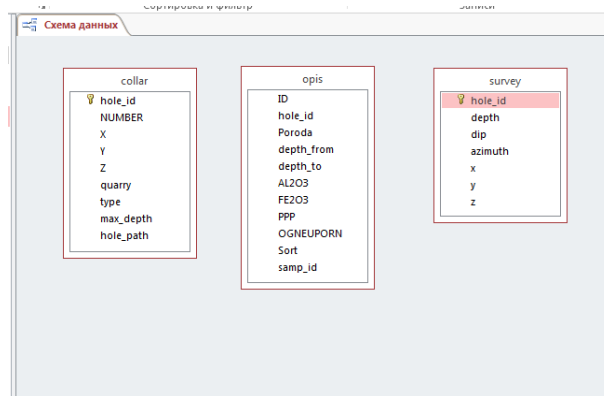

Рис. 8. Вікно Схема Даних
3. Після додавання необхідних таблиць закрийте вікно Добавьте таблицы клацанням на кнопці Закрыть. Таблиці відобразяться у вікні Схема Данных (рис. 8).